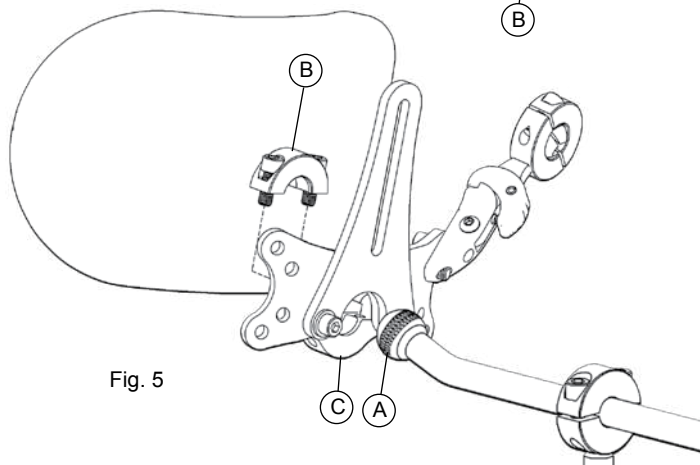

Fig. 5
5. Voir Fig. 5. Installez la rotule horizontale bien au centre (Fig. 5, A) entre la moitié supérieure du collet (Fig. 5, B) et l'assemblage antérieur / latéral terminé (Fig. 5, C).